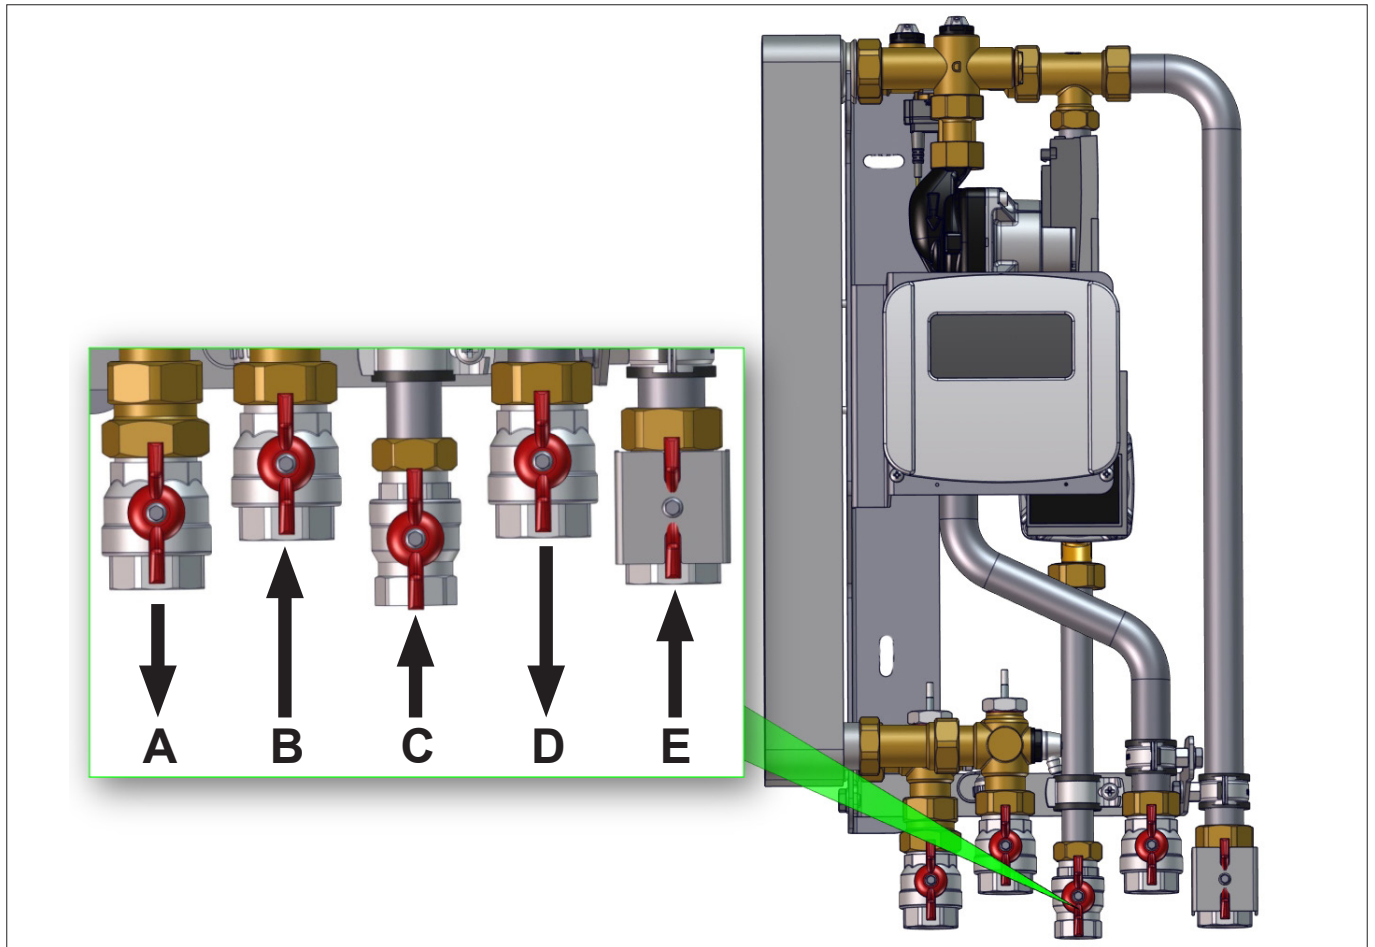

Abb. 5: Wasseranschlüsse Frischwasserstation
- Öffnen Sie langsam den Absperrhahn Warmwasser-Austritt (siehe Abb. 5 auf Seite 12).
- Schließen Sie die Absperrhähne der Kalt- und Warmwasserleitung (siehe Pos. A+E, Abb. 5 auf Seite 12).
- Öffnen Sie langsam die Absperrhähne der Kalt- und Warmwasserleitungen (siehe Abb. 5 auf Seite 12).
- Öffnen Sie langsam den Absperrhahn des Zirkulationsstranges (siehe Abb. 5 auf Seite 12).
- Schließen Sie die Absperrhähne der Vor- und Rücklaufleitungen (Pos. B+D, siehe Abb. 5 auf Seite 12).
- Öffnen Sie langsam die Absperrhähne der Vor- und Rücklaufleitungen (Pos. B+D, siehe Abb. 5 auf Seite 12).
- Schließen Sie die Absperrhähne der trinkwasserseitigen Vorlaufleitungen und der Zirkulationsleitung (siehe Abb. 5 auf Seite 12).